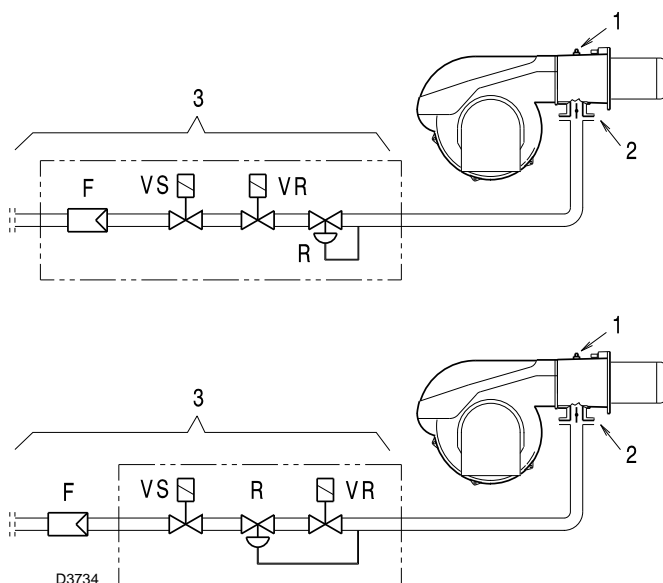

Fig. 19
Pression gaz mesurée à la prise 1)(Fig. 19), avec:
Perte de charge vanne papillon gaz 2)(Fig. 19) avec ouverture maximale: 90°
Perte de charge rampe 3)(Fig. 19) comprenant:
- soustraire de la pression du gaz à la prise 1)(Fig. 19) la pression chambre de combustion.
Pression de gaz à la prise 1)(Fig. 19) = 10,5 mbar
Pour connaître la pression de gaz nécessaire sur la prise 1)(Fig. 19), une fois établie la puissance MAX. à laquelle on veut faire fonctionner le brûleur:
- Lire sur la droite, colonne 1, la pression à la prise 1)(Fig. 19).
Pression nécessaire à la prise 1)(Fig. 19).